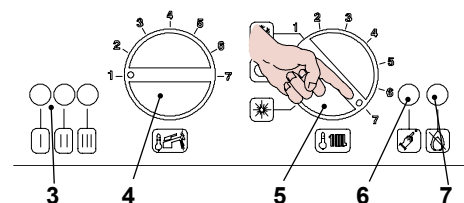
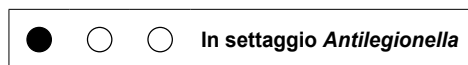
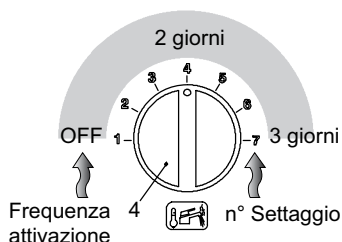

Figura 5.42
Figura 5.43
Figura 5.44
- Ruotare il selettore di funzione 5 come in Figura 5.42.
- Tenere premuto il pulsante di ripristino 6 in Figura 5.42 per circa 10 secondi, la lampada di blocco 7 inizierà a lampeggiare.
- Le spie di segnalazione 3 in Figura 5.42 si visualizzano come in Figura 5.43 (legenda spie Figura 5.34)
Per visualizzare il settaggio impostato tenere premuto il pulsante di ripristino 6 in Figura 5.42 per circa 5 secondi. Le spie di segnalazione 3 lampeggeranno un numero di volte pari al settaggio (Figura 5.44).
- Per cambiare il settaggio ruotare la manopola regolazione temperatura sanitari 4 in Figura 5.42 e posizionarla per la Frequenza di attivazione prescelta Figura 5.44 (nella figura es. manopola settata per Frequenza di attivazione ogni 2 giorni), la lampada di segnalazione blocco 7 in Figura 5.42 lampeggia velocemente.
- Per memorizzare il settaggio premere il pulsante di ripristino 6 in Figura 5.42 per circa 5 secondi, le spie di segnalazione 3 lampeggiano tutte quante simultaneamente come in Figura 5.45 (legenda spie Figura 5.34)